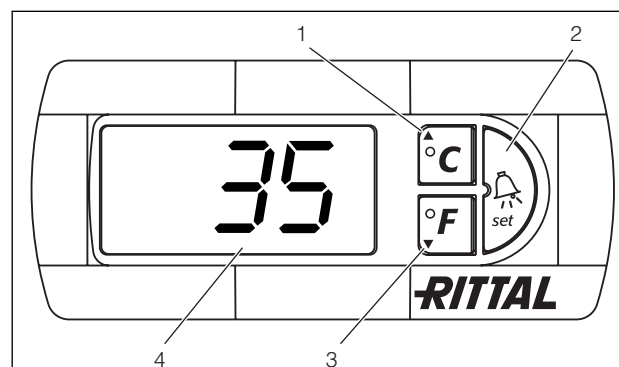

Imagen 16: Controlador Confort
El controlador Confort dispone de una indicación de 7 segmentos (imagen 16, nº 4). En esta se muestra, tras la conexión de la fuente de alimentación, durante aprox. 2 segundos la versión actual del software. En servicio normal la indicación muestra tanto la temperatura (en grados celsius o fahrenheit, seleccionable), así como las indicaciones de fallo. La temperatura interior actual del armario se indica de forma permanente. Al producirse una indicación de fallo esta se muestra de forma alternada con la indicación de temperatura. La programación del aparato se realiza a través de las teclas 1 – 3 (imagen 16). Los parámetros también aparecen en la indicación.
- Presione simultáneamente las teclas 1 y 2 (imagen 16) durante 10 segundos mín.
Con las teclas 1, 2 y 3 (imagen 16) puede modificar 24 parámetros dentro de los niveles preestablecidos (valor mín., valor máx.).